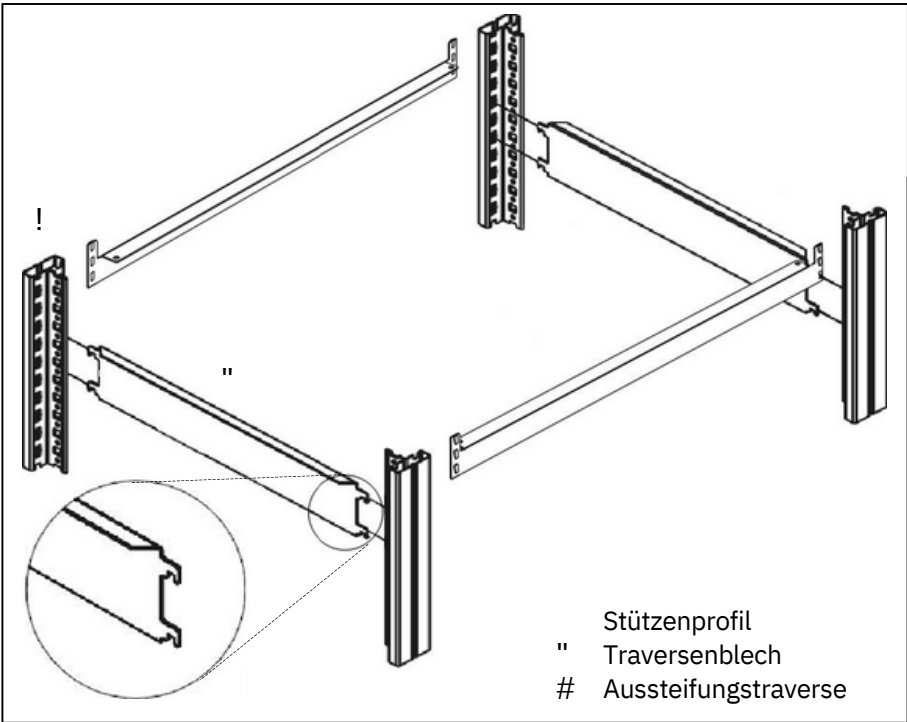

Abb. 3
- 2.3 Anschließend werden die seitlichen Traversenbleche links und rechts in die Stützenprofile des Rahmens eingehängt (Abb. 3). Die Traversenbleche werden in jeder Fachebene 90 mm unterhalb der Schlauchtraversen (Maß Oberkante Traversenblech zu Oberkante Schlauchtraverse) angeordnet.
Bitte achten Sie bei der Montage darauf, dass die Abkantung des Traversenbleches in Richtung Bodenaußenkante (Stirnseite) zeigt, wie im Detail Abb. 3 dargestellt.